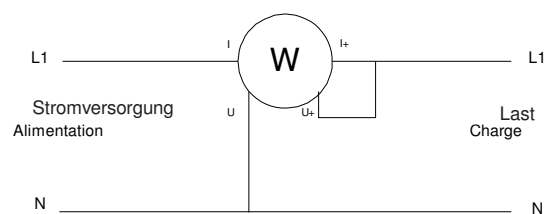
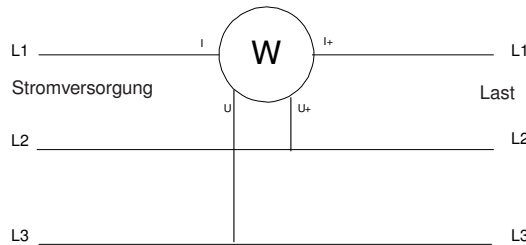

Abb. 4.4.1 Anschlussschema für einphasige Messung
Abb. 4.4.2 Anschlussschema für dreiphasige Messung im symmetrischen 3 Leitersystem (nur PX 120)
Verfahren Sie nach dem Anschlussschema aus Abb. 4.4.1 (einphasig) oder Abb. 4.4.2 (Dreiphasig ausgeglichen, T3FE nur PX 120) und stellen Sie wenn möglich für den entsprechenden Fall sicher, dass dabei die maximal zulässigen Grenzwerte nicht überschritten werden (siehe Tabelle unten).
3. Verfahren Sie nach dem Anschlussschema aus Abb. 4.4.1 (einphasig) oder Abb. 4.4.2 (Dreiphasig ausgeglichen, T3FE nur PX 120) und stellen Sie wenn möglich für den entsprechenden Fall sicher, dass dabei die maximal zulässigen Grenzwerte nicht überschritten werden (siehe Tabelle unten).
3. Verfahren Sie nach dem Anschlusschema aus Abb. 4.4.1 oder Abb. 4.4.2 (T3FE nur bei PX 120) und stellen Sie wenn möglich für den entsprechenden Fall sicher, dass dabei die maximal zulässigen Grenzwerte nicht überschritten werden (siehe Tabelle unten). Die Umschaltung des Messbereichs erfolgt automatisch.